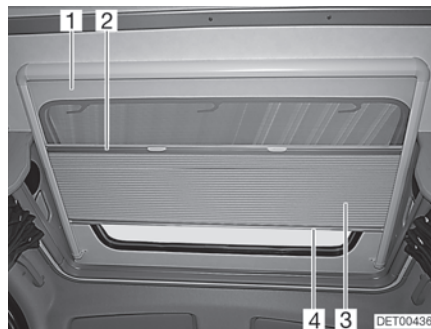

Bild 39 Takfönster
Plisségardinen (Bild 39,3) och insektsskyddet (Bild 39,1) är fastsatta i varandra.
- Ta tag i mitten på plisségardinens kantlist (Bild 39,4) och dra försiktigt ned den.
- Håll i plisségardinens kantlist (Bild 39,4) och drag sakta tillbaka den.
- Ta tag i mitten på insektsskyddets kantlist (Bild 39,2) och dra försiktigt ned den.
- Håll i insektsskyddet vid plisségardinens kantlist (Bild 39,4) och drag sakta tillbaka det.